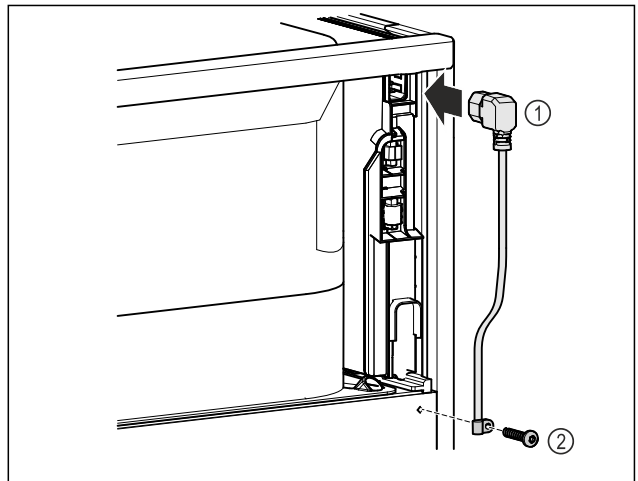

Fig. 46
- Kaltgerätebuchse der Netzanschlussleitung Fig. 46 (1) auf der Rückseite des Gerätes einstecken.
- Zugentlastung montieren. Fig. 46 (2)